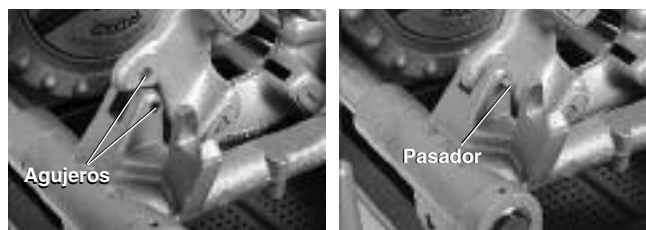

Figura 26 – Retención del cabezal de terrajas a la izquierda en su lugar
2. Para mantener la posición, coloque un pasador de $\frac{5}{16}$ " y de 2" de largo a través de los agujeros en la base del carro y del cabezal de terrajas a mano izquierda (vea la Figura 26).